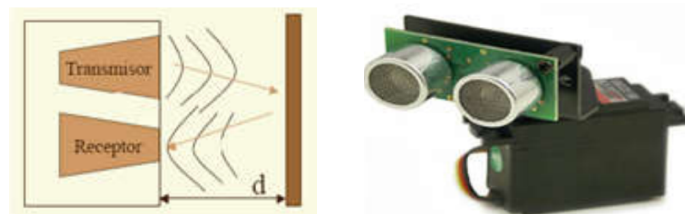

Figura 3. Sensor de ultrassom.
2.1. Sensor de Ultrassom: A operação básica desses dispositivos para medir distâncias é apresentada na Figura 3. Um transmissor envia um pulso de ultrassom que é refletido pelo objeto e é percebido por um receptor no sensor. Se for medido o tempo decorrido entre a emissão do som e a recepção do eco, é possível saber a distância em que o objeto está localizado. Uma desvantagem destes sensores é a baixa precisão e a dependência do formato da superfície que reflete a onda.